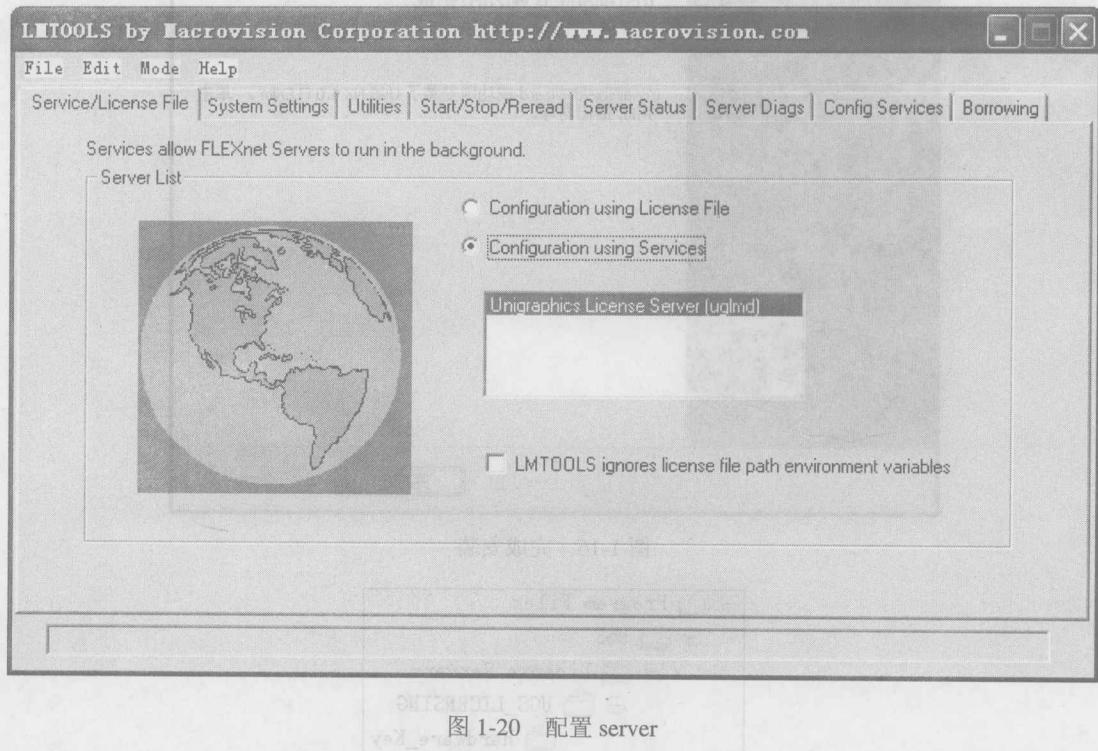

图 1-20 配置 server
(12) 在弹出的对话框中，选择“Configuration using Services”，如图 1-20 所示。